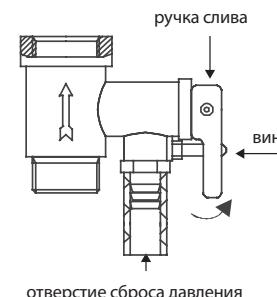

Рис. 7
6. Помните о контрольных проверках исправности действия предохранительного клапана каждые 14 дней. Способ проверки: перевести ручку слива в верхнее положение до ощущения перехода резьбы, и тогда из отверстия клапана должна потечь вода (рис. 7) (ПРОВЕРИТЬ нумерации рисунков в мануале).
8. Нужно проверять периодически на наличие накипи и блокирования. Дренажирование клапана, во избежание засорения, производится следующим образом: если клапан имеет рычаг, то его необходимо приподнять несколько раз, если клапан без рычага, его нужно открутить и удалить скопления накипи (рис. 7).